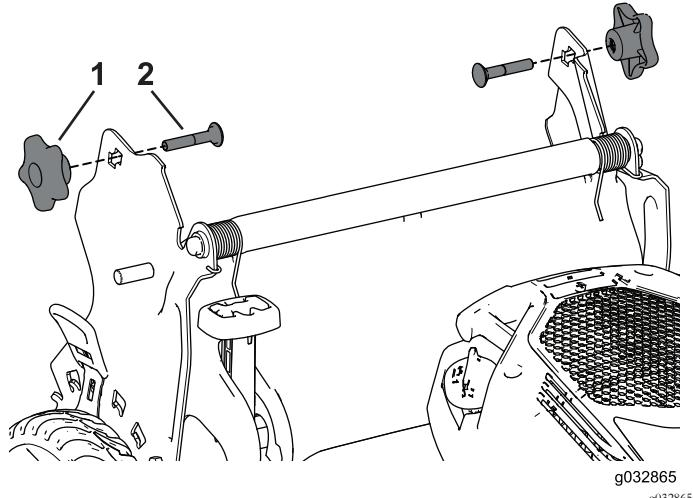

Figura 31
3. Inserite il bullone a testa tonda (con la testa del bullone rivolta verso l'interno) attraverso la staffa della stegola e il foro superiore nell'estremità della stegola. Assicuratevi che i bordi quadrati di ciascun bullone a testa tonda si inseriscano nel foro quadrato superiore o inferiore nella relativa staffa della stegola (Figura 31).